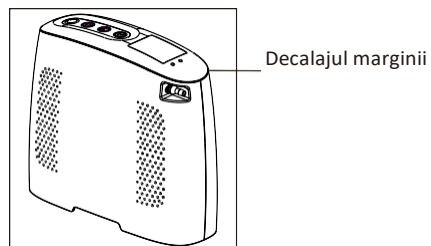
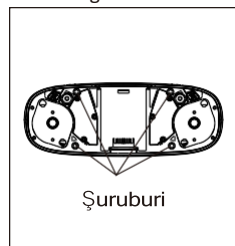

Figura 13
Figura 15
- Puneți partea superioară a dispozitivului în sus, utilizați o șurubelniță cu fante pentru a scoate capacul superior de-a lungul spațiului marginii capacului și scoateți capacul superior, așa cum se arată în Figura 13. Deșurubați șuruburile prezentate în Figura 14. Apoi rotiți dispozitivul pentru a face partea inferioară în sus și deșurubați șuruburile prezentate în Figura 15. Ridicați capacul față/spate pentru a le scoate din dispozitiv.